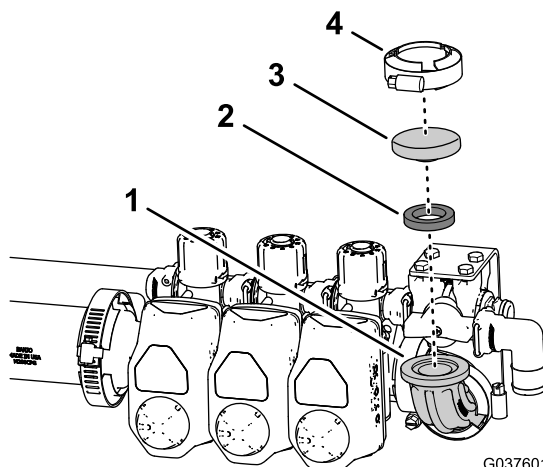

Рисунок 46
- Установите уплотнительную прокладку 25 x 35 мм (1 x 1-3/8 дюйма) и крышку 52 мм (2-1/16 дюйма) на фланец прямоугольного колена (Рисунок 46).
2. Закрепите уплотнительную прокладку и крышку на колене при помощи фланцевого хомута размером от 40 до 64 мм (от 1-9/16 до 2-1/2 дюйма), как показано на Рисунок 46.